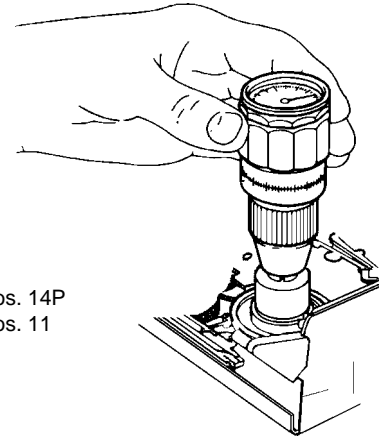

Fig. 28
- Placer le couplemètre sur le plateau d'enroulement droit (Fig. 28).
- Tourner jusqu'à ce que l'affichage du couplemètre soit stable (Fig. 28).
- Place the torque meter on the right reel (Fig. 28).
- Keep turning until the reading on the torque meter does not change any more (Fig. 28).
- Placer le couplemètre sur le plateau d'enroulement droit et le tourner dans le sens inverse des aiguilles d'une montre jusqu'à ce que le plateau d'enroulement patine légèrement (Fig. 28).
- Place the torque meter on the right reel and turn the latter counter-clockwise until the reel just starts to slip (Fig. 28).